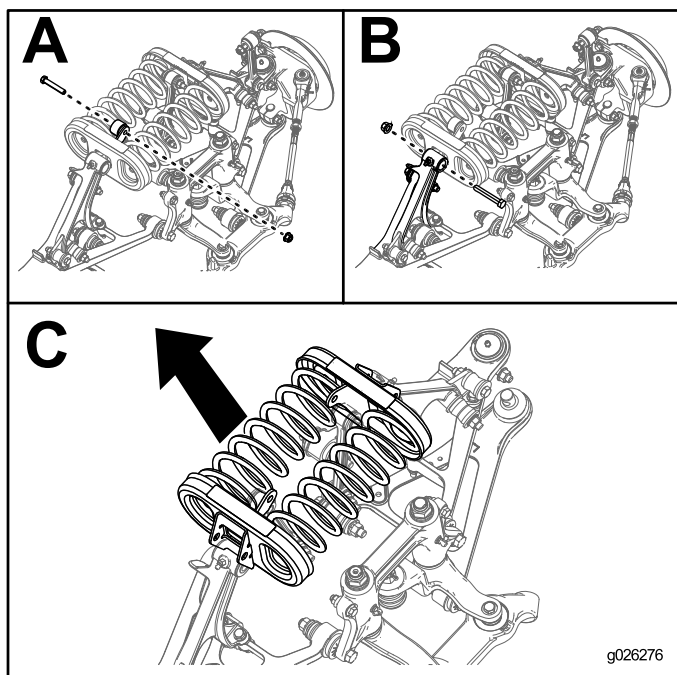

Figura 20
5. Rimuovete i bulloni e i dadi dall'estremità di ogni collegamento di stabilizzazione (riquadro A della Figura 20).
6. Rimuovete i bulloni e i dadi dal braccio di comando che fissa ciascun supporto della molla (riquadro B della Figura 20).
7. Rimuovete i supporti delle molle e le molle dalla macchina (riquadro C della Figura 20).